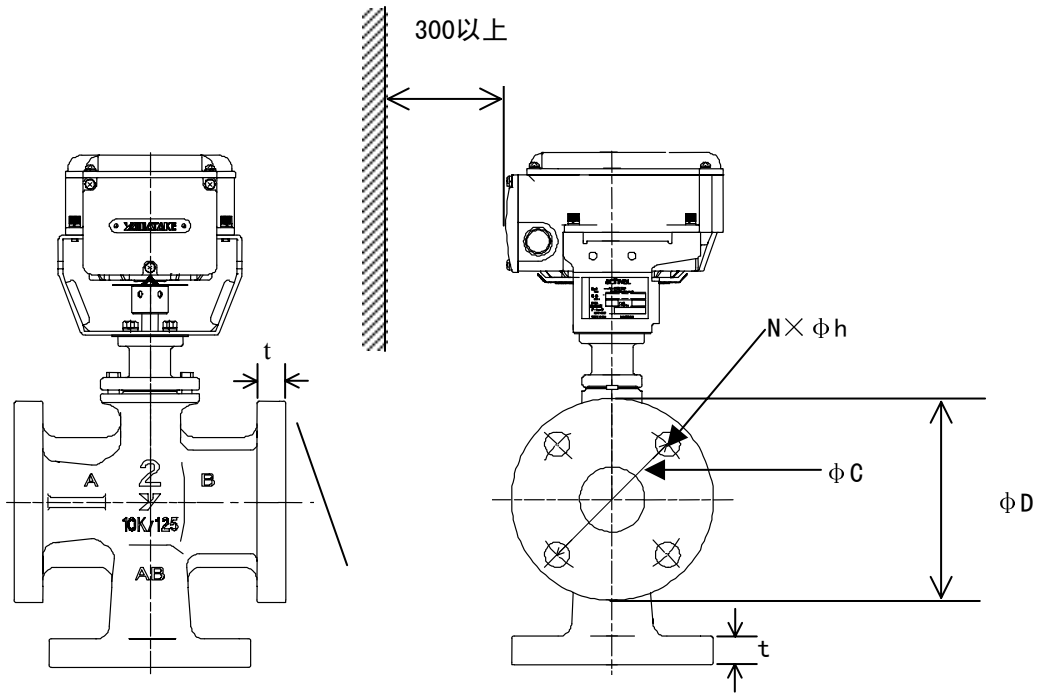

图1. 外形尺寸 (mm) 阀体:FC200
- 2) 请将本产品安装在容易进行维修保养、检修的位置。能够进行维修保养、检修所必需的最小尺寸余量如图1, 2所示。如果安装在天花板内侧，请在阀体的下面配装凝结水盘。